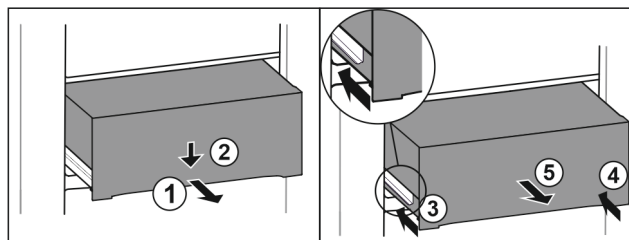

Fig. 111
- ▶ Lade er half uittrekken. Fig. 111 (1)
- ▶ Schuiflade aan de voorzijde omlaag drukken. Fig. 111 (2)
- ▶ Linker rail ca. 2 cm inschuiven. Fig. 111 (3)
- ▶ Rechter rail ca. 2 cm inschuiven. Fig. 111 (4)
- ▶ Lade naar voren toe verwijderen. Fig. 111 (5)